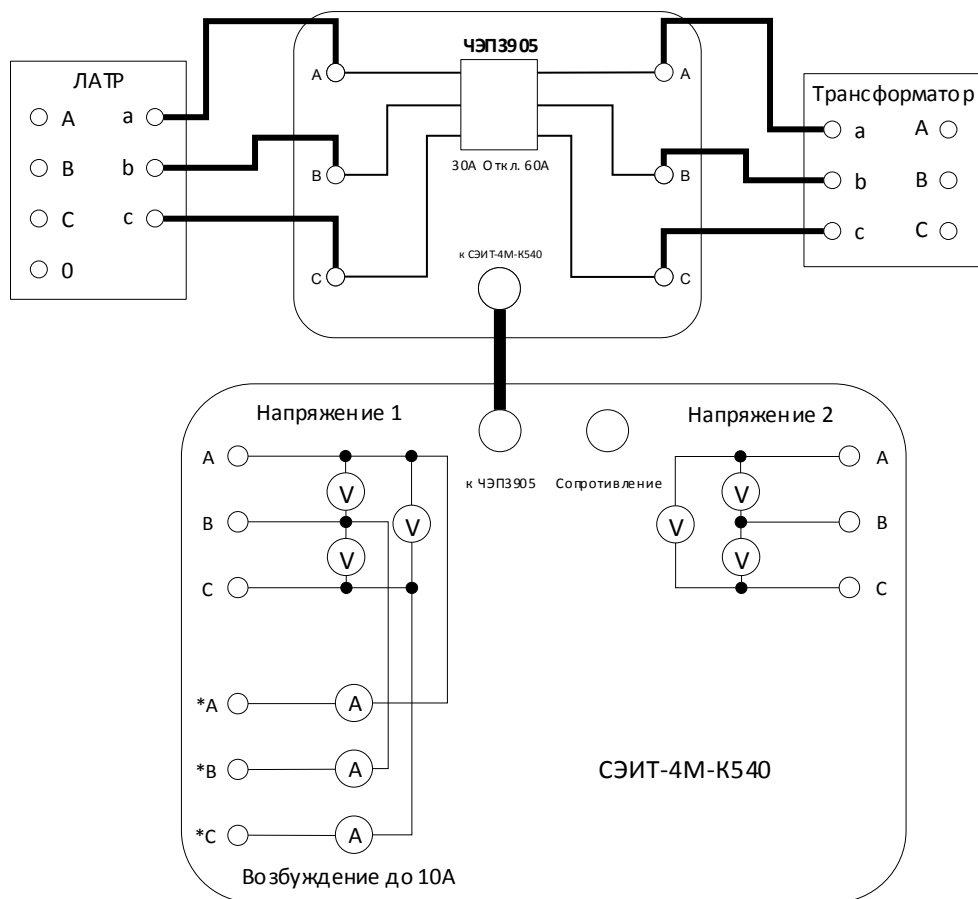

Рис. 11. Схема соединений для опыта холостого хода при номинальном напряжении с использованием БТТ
**5.3.1.2.** При использовании БТТ собирается схема, представленная на рис. 11.